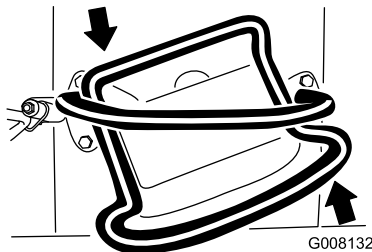

Bild 9
- Drehen Sie den Fahrtriebshebel nach links, um nach links zu fahren (Bild 9).